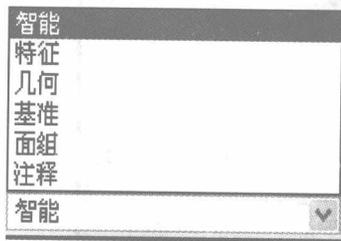

图 1-4 过滤器
8) 过滤器栏: 位于窗口工作区的右下角。使用该栏相应选项, 可以有目的地选取模型中的对象。利用该功能, 可以在较复杂的模型中快速选取要操作的对象。单击其右下角按钮 , 打开其下拉列表, 显示当前模型可供选取的项目, 如图 1-4 所示。